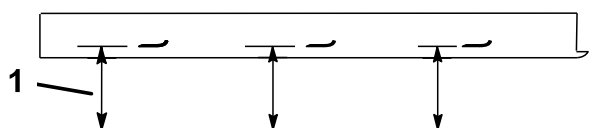

Figura 65
- Mida desde una superficie nivelada hasta el filo de corte, posición A, de las cuchillas (Figura 65). Anote esta dimensión.